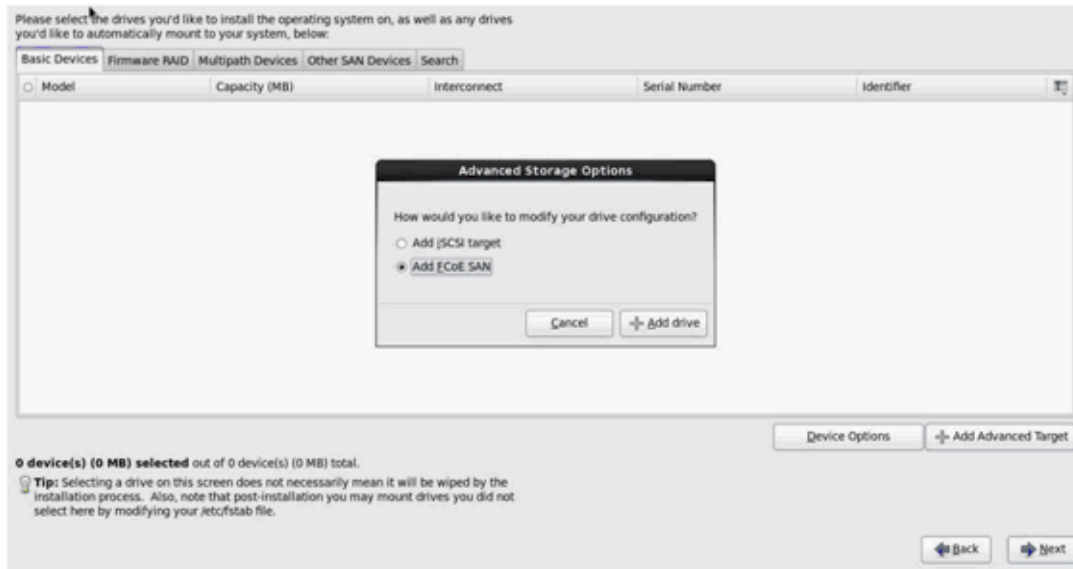

Ilustración 13-23. Cómo agregar una unidad FCoE SAN
6. Seleccione **Add FCoE SAN** (Agregar FCoE SAN) y, a continuación, haga clic en **Add drive** (Agregar unidad) (Ilustración 13-23).